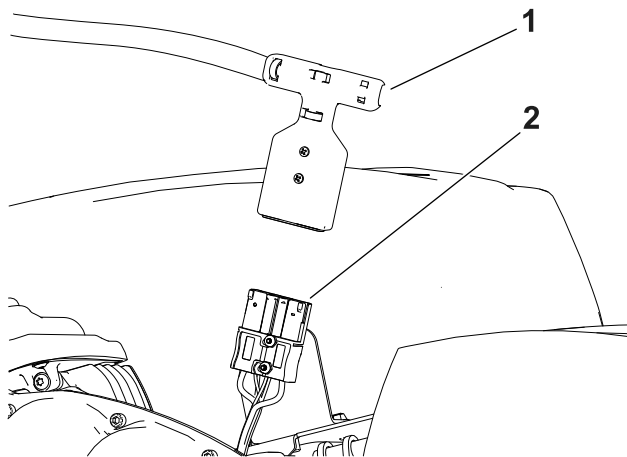

図 19
4. Tハンドルコネクタをメインワイヤハーネスから外し、バッテリーベースの主電源コネクタに接続します (図 19)。